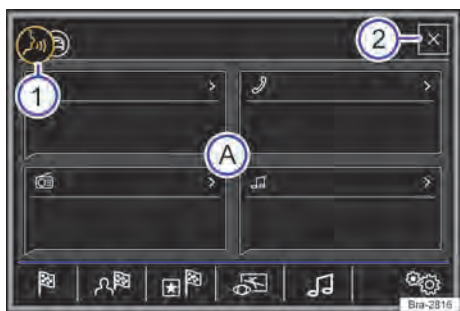

Fig. 154 Comando de voz: exibição do menu de ajuda e elementos falados.
- Somente falar os comandos de voz quando os sons sinalizadores e orientações faladas terminarem e o símbolo  → Fig. 154 ① aparecer no display.
É exibido um menu auxiliar com os comandos de voz mais importantes das áreas ativas (por exemplo navegação) → Fig. 154 . A exibição do menu auxiliar pode ser ligada e desligada no menu **Configurações do comando de voz** → Página 205.
Somente falar os comandos de voz quando os sons sinalizadores e orientações faladas terminarem e o símbolo  → Fig. 154 ① aparecer no display.